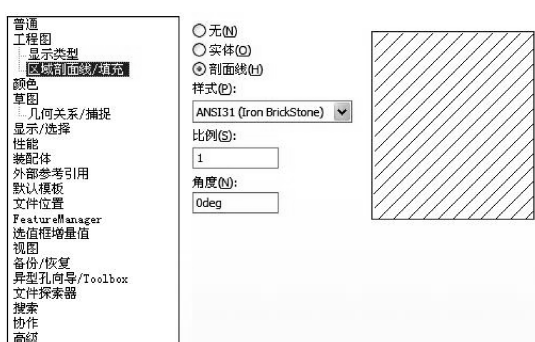

图 10-3 工程图【区域剖面线/填充】设置
- 区域剖面线/填充：设置区域剖面线的剖面线或实体填充、阵列、比例及角度，如图 10-3 所示。